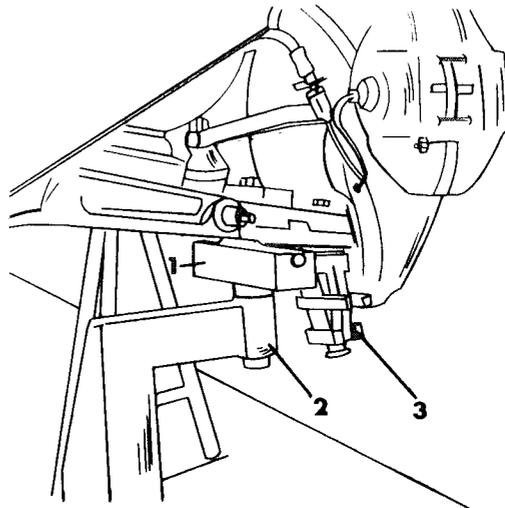

Bild 151
- Mutter des unteren Querlenkers nach Herausziehen des Splintes lösen und mit einem Kugelbolzenabzieher den Kugelbolzen aus dem Achsschenkel herausdrücken. Bild 151 zeigt wie man den Querlenker anheben kann.